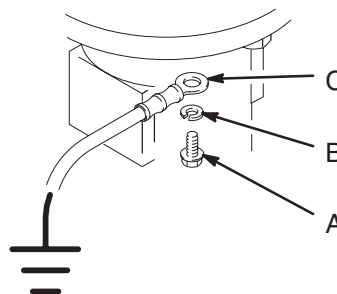

Fig. 2
Skruva bort jordskruven (A) och låsbrickan (B). Se Fig. 2. Skruva fast jordkabelskon (C) på omröraren med skruven och låsbrickan. Koppla andra änden på jordkabeln till en god jordpunkt. Beställ artikelnr. 222011, jordkabel och klämma.